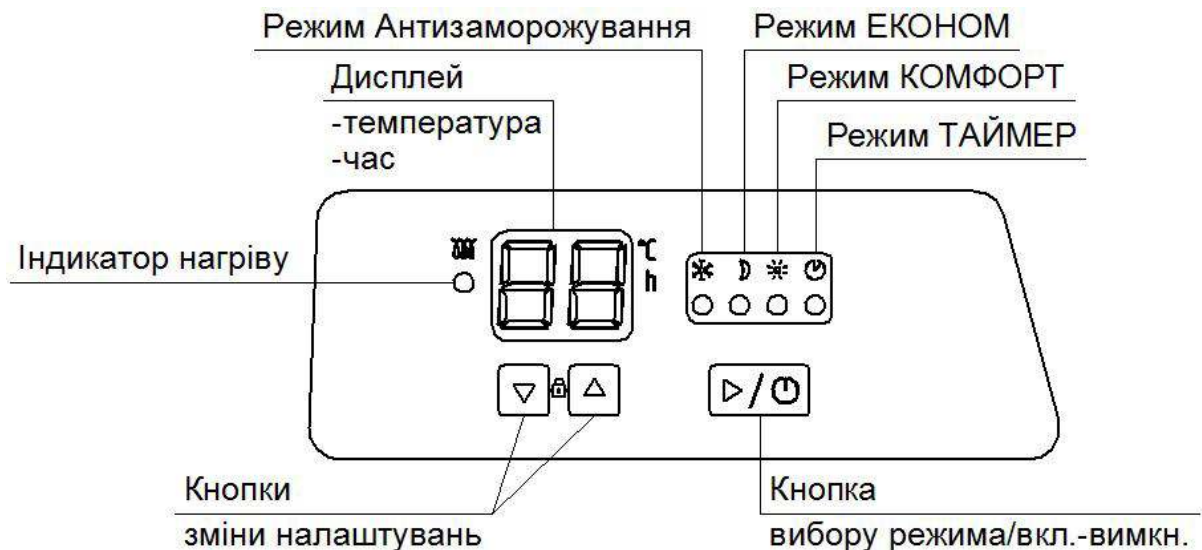

Рис. 5
4.9 Вставте вилку шнура електроживлення конвектора в розетку електромережі. На короткий час засвітяться і згаснуть індикатори на панелі управління (рис. 5). Конвектор готовий до роботи.